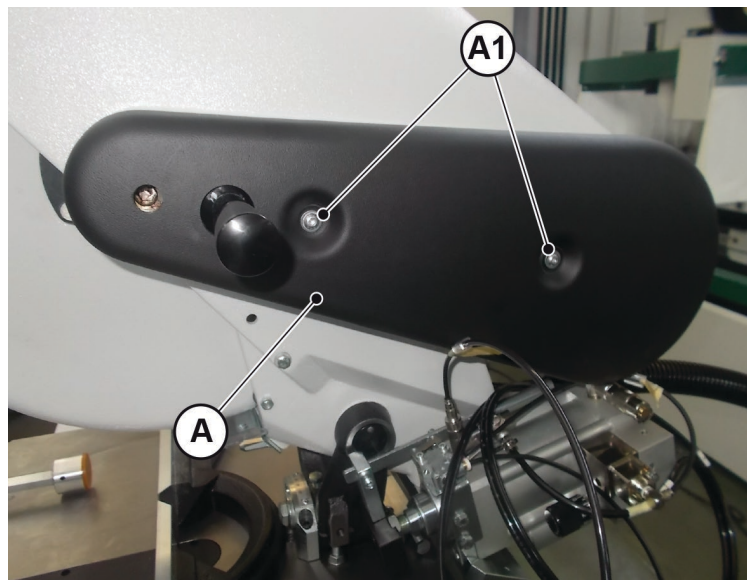

Fig. 09-11
- Togliere il carter "A" (Fig. 09-11) svitando le due viti di serraggio "A1" (Fig. 09-11).
- Montare e fissare il carter di protezione "A" (Fig. 09-11).